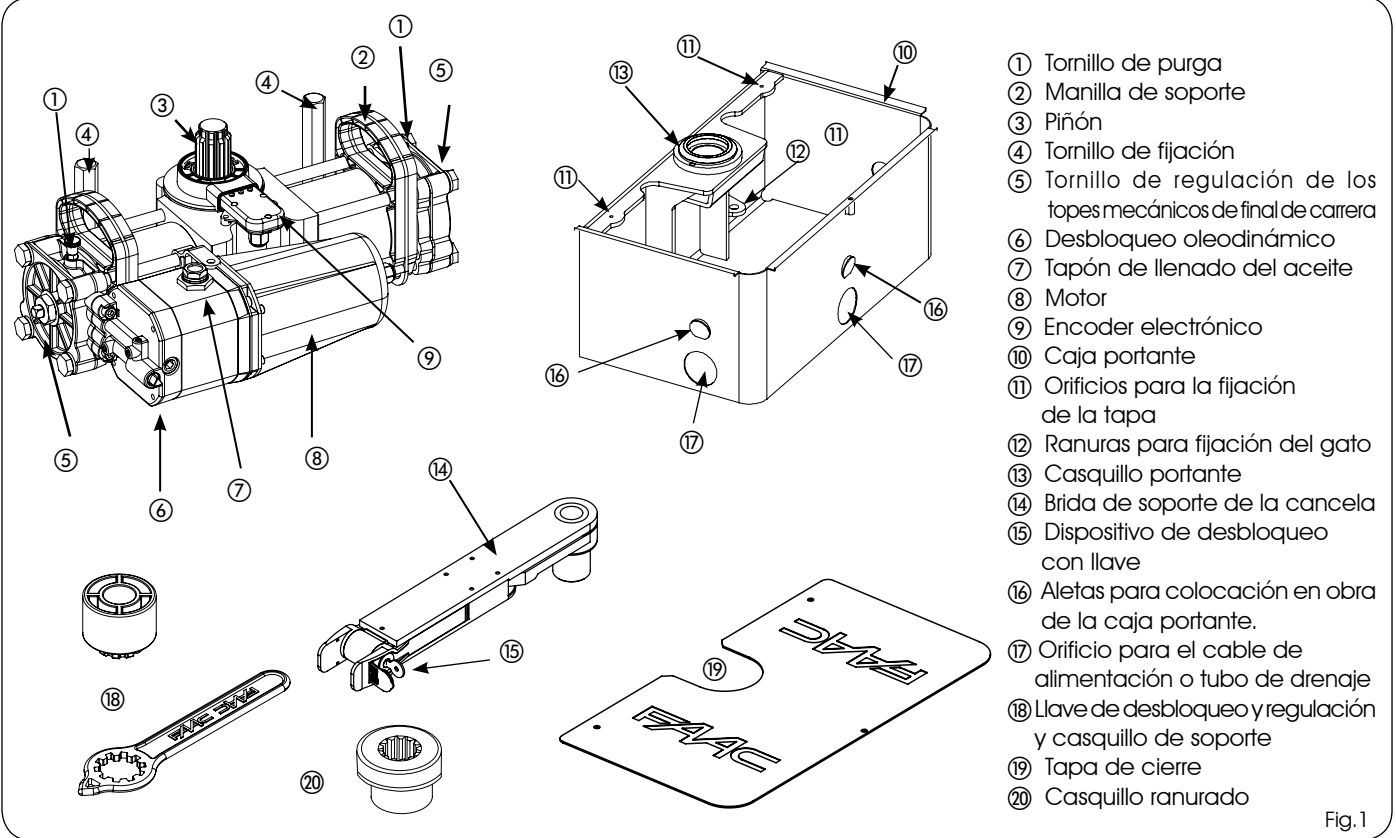

Fig.1
ATENCIÓN: RETIRE EL ENCODER (Fig.1 ref. ⑨) ANTES DE EMPEZAR EL MONTAJE MECÁNICO